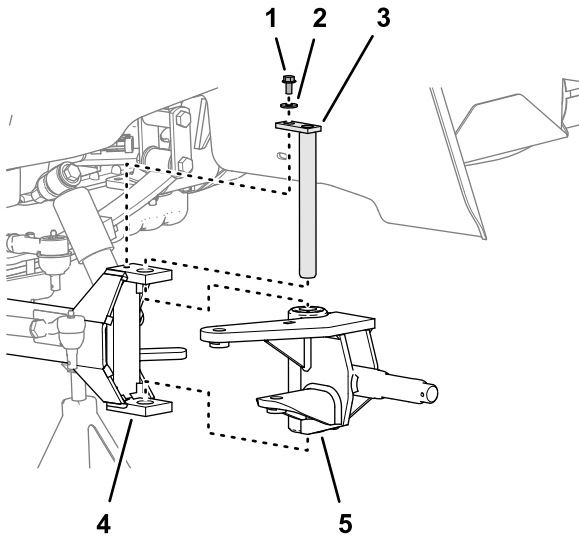

Figura 7
5. Retire el perno con arandela prensada (5/16" x 5/8") y la arandela (3/8" x 7/8") que sujetan el pivote de dirección a la horquilla del eje delantero (Figura 7).
6. Retire el pivote de dirección de la horquilla y de la mangueta izquierda, y retire la mangueta de la horquilla (Figura 7).